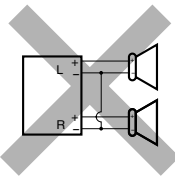
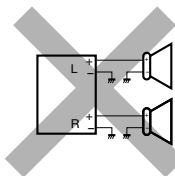
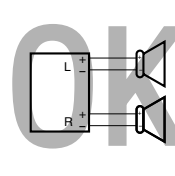

Fig. 1
Fig. 2
Fig. 3
- If the speaker wiring in your car is as illustrated in Fig. 1 and Fig. 2 below, DO NOT connect the unit using that original speaker wiring. If you do, the unit will be seriously damaged.
- Redo the speaker wiring so that you can connect the unit to the speakers as illustrated in Fig. 3.
- If the speaker wiring in your car is as illustrated in Fig. 3, you can connect the unit using the original speaker wiring in your car.
- Si el conexionado de altavoz de su automóvil es como se indica en las Fig. 1 y Fig. 2 de abajo, NO conecte la unidad utilizando ese conexionado de altavoz original. Si lo hace, se producirán daños graves en la unidad.
- Vuelva a efectuar el conexionado de altavoz de manera que pueda conectar la unidad a los altavoces de la manera indicada en la Fig. 3.
- Si el conexionado de altavoz de su automóvil es como se indica en la Fig. 3, podrá conectar la unidad utilizando el conexionado de altavoz original de su automóvil.
- Si le câblage des enceintes de votre voiture est comme montré sur la Fig. 1 ou Fig. 2 ci-dessous, NE CONNECTEZ PAS l'appareil en utilisant ce câblage original des enceintes. Si vous le faites, l'appareil sera sérieusement endommagé. Recommencez le câblage des enceintes de façon que vous puissiez connecter l'appareil aux enceintes comme montré sur la Fig. 3.
- Si le câblage des enceintes de votre voiture est comme montré sur la Fig. 3, vous pouvez connecter l'appareil en utilisant ce câblage original d'enceintes pour votre voiture.